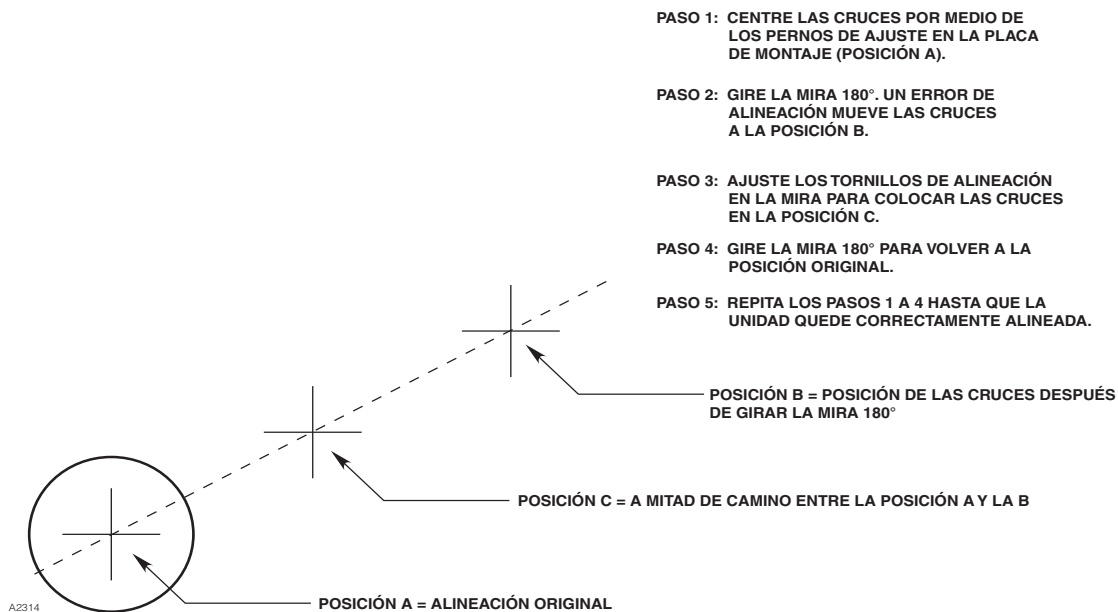

Figura 20: Alineación de OPECL con la herramienta de alineación telescópica
- A. Ajuste los tornillos de alineación telescópica hasta que el cursor de punto de mira esté a medio camino entre la posición original (en el centro de la ventanilla del transmisor) y la posición actual (después del giro de 180°). Consulte la figura 20.